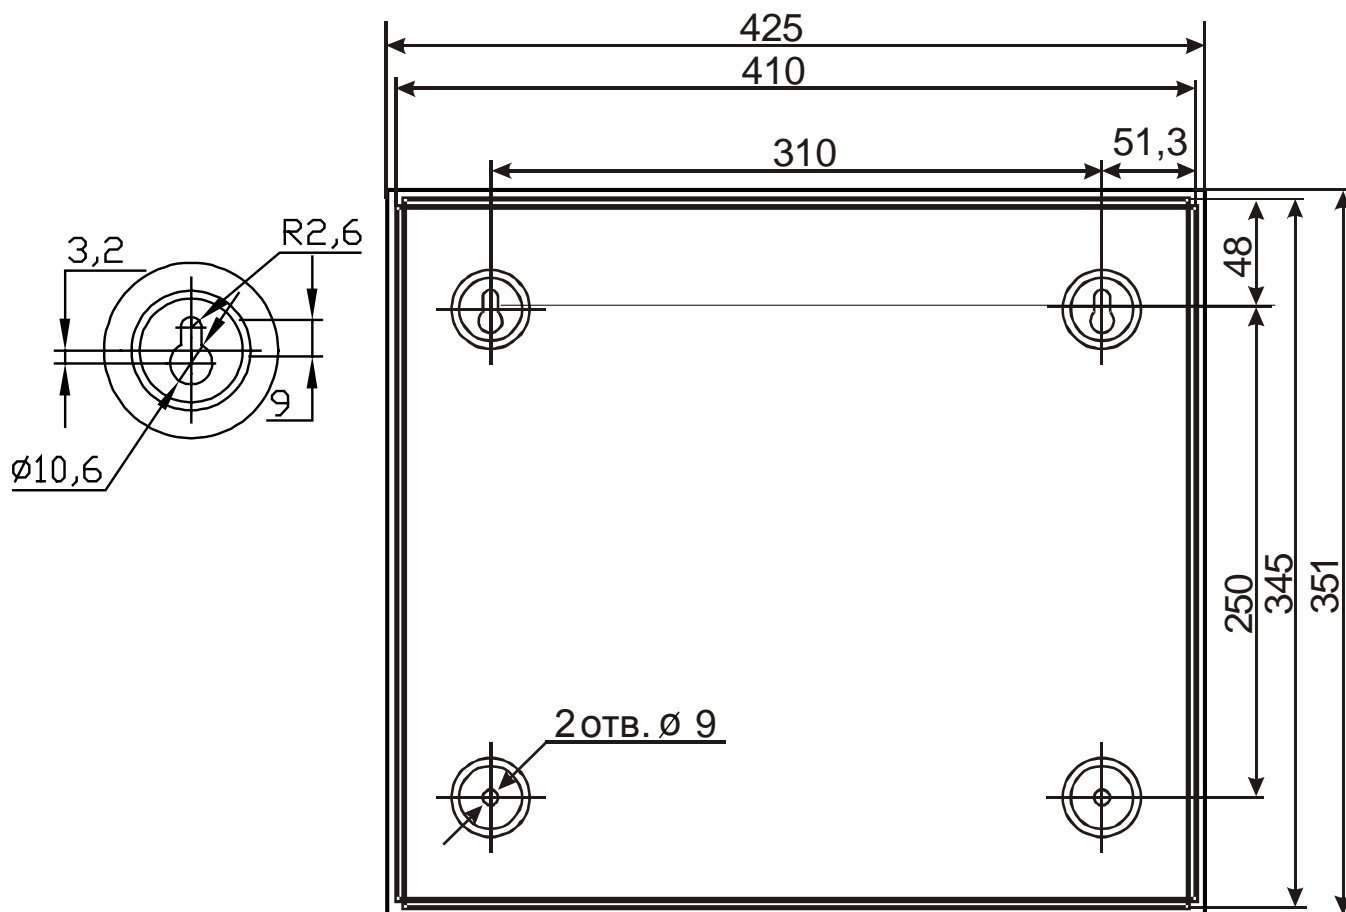

Рис. 10 Присоединительные размеры ИБП 1200/2400
6.4.1 На месте установки ИБП крепится к стене или другим конструкциям в вертикальном положении. При установке необходимо следить за тем, чтобы не были закрыты вентиляционные отверстия другими устройствами или блоками. Присоединительные размеры ИБП приведены на Рис. 10.